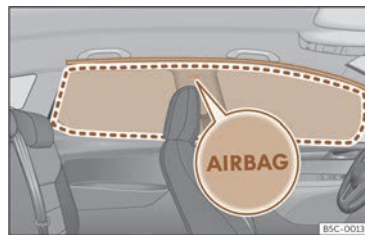

Fig. 34 Amplasarea airbagurilor pentru protecția capului.
Airbagurile pentru protecția capului se află în ambele părți ale habitaculului, deasupra ușilor >>> **fig. 34** iar amplasarea lor este indicată prin cuvântul „AIRBAG”.
Zona în chenar este acoperită de airbagul pentru protecția capului, atunci când acesta este declanșat (zona de declanșare) >>> **fig. 34**. De aceea, nu trebuie niciodată să așezați sau să instalați obiecte în această zonă >>> **Δ**.
- Asigurați-vă că sunt corect așezați copiii în scaunele lor și că capetele lor nu se află în zona de declanșare a airbagurilor pentru protecția capului >>> fig. 34, deoarece airbagurile declanșate i-ar putea lovi și le-ar putea cauza răni severe.